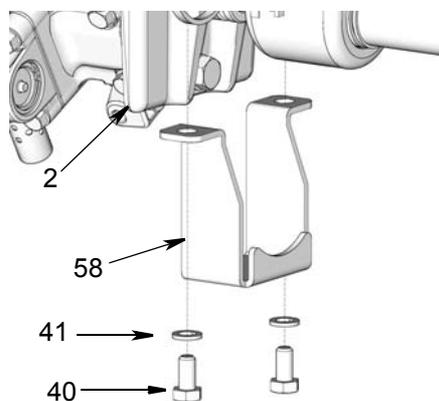

FIG. 34
4. Coloque la protección de dedo (58) en la base de la bomba (2). Coloque las arandelas (41) y tornillos (40). Apriete firmemente (FIG. 34).